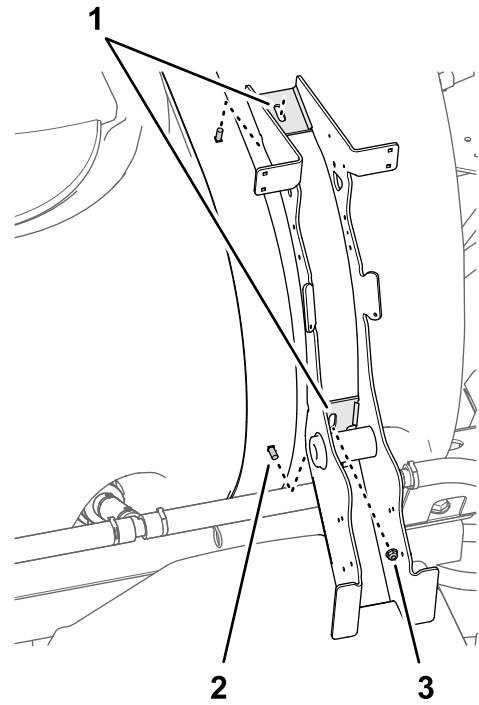

图 13
2. 将清洁加药器支架中的槽与后药缸箍带的 2 个下托架螺栓对齐如图 13 所示。